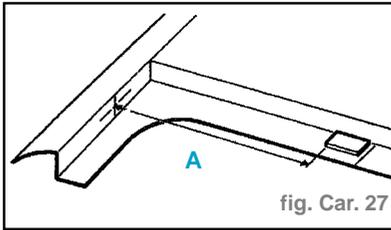

fig. Car. 27
- Positionnement de la cale (fig. Car. 27) (mm) **A = 125**